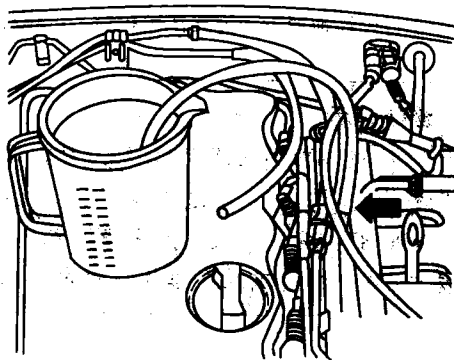

图4-5 检查燃油泵供油量
④从燃油分配管上拔下回油管。将一辅助软管(箭头所示)装到燃油分配管上, 然后将软管放入一量杯, 参见图4-5或图4-6。